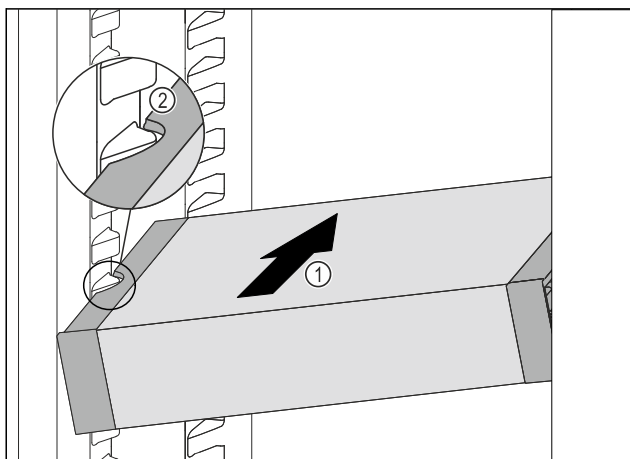

Fig. 85
- VarioSafe schuin in het koelgedeelte schuiven Fig. 85 (1), tot de uitsparingen aan de zijkant Fig. 85 (2) van de VarioSafe op de hoogte van de rib in het koelgedeelte zitten.